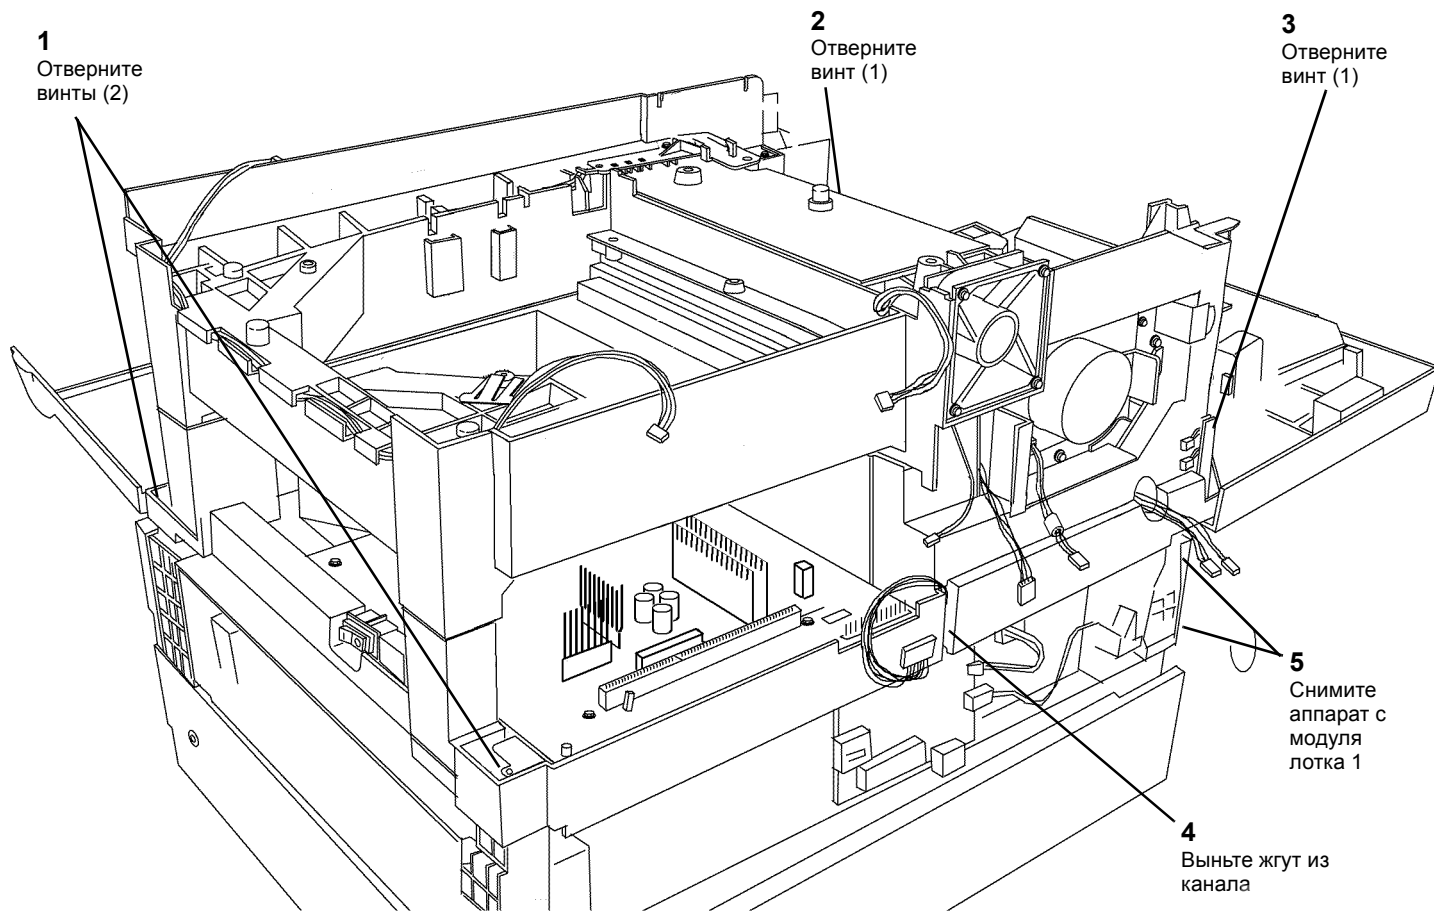

Рисунок 1 Снятие аппарата с модуля лотка 1
11. Снимите аппарат с модуля лотка 1 (Рисунок 1).